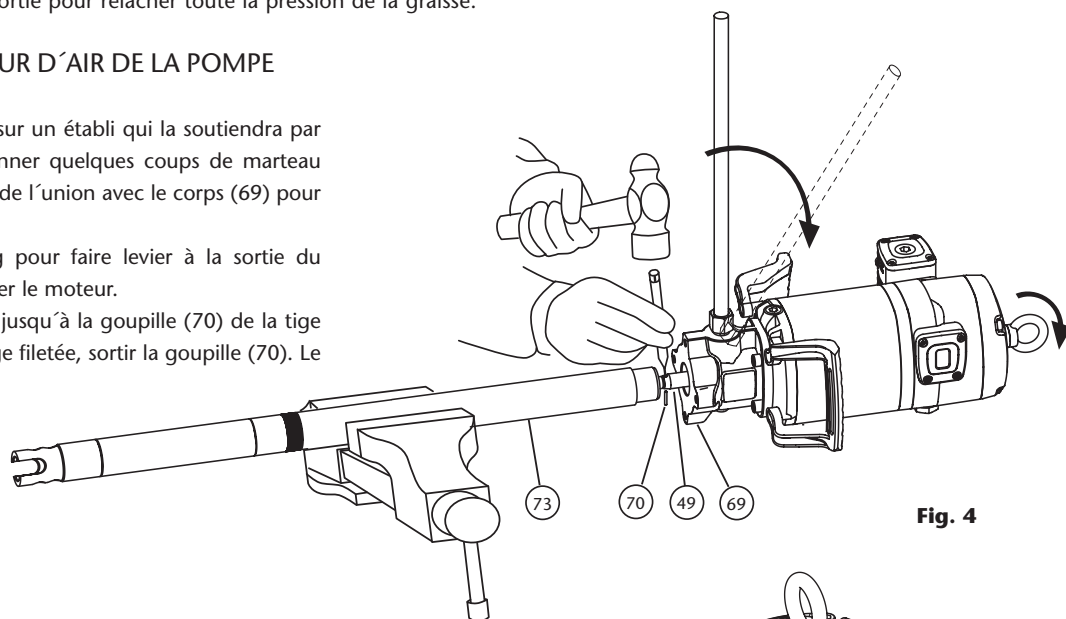

Fig. 4
1. Placer la pompe à l'horizontale sur un établi qui la soutiendra par le tube d'aspiration (fig. 4) Donner quelques coups de marteau dans le tube supérieur (73) près de l'union avec le corps (69) pour rompre le frein filet.
3. Une fois dévissé, tirer le moteur jusqu'à la goupille (70) de la tige (49). Avec un marteau et une tige filetée, sortir la goupille (70). Le moteur est libéré.